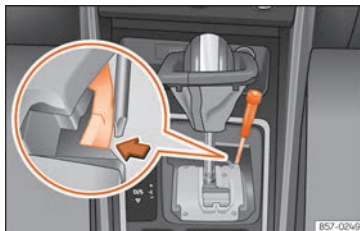

Fig. 155 Alavanca seletora: desbloqueio de emergência a partir da posição de estacionamento.
- Com a ajuda da parte plana de uma chave de fendas, pressione lateralmente a patilha amarela e mantenha-a pressionada » » » **Fig. 155**.